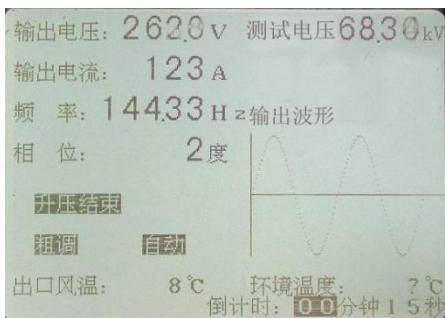

图 29 PY3520 变频电源装置自动升压完成后的
8.2.4 当到达试验电压时，屏幕提示“升压结束”，倒计时会自动启动。当距离计时结束还有十秒时，控制箱将发出报警声，并且屏幕上的倒计时会闪动(见图 29)。试验时间到了，系统会自动降低电压至零，然后切断高压回路电源，最后停止风扇工作。